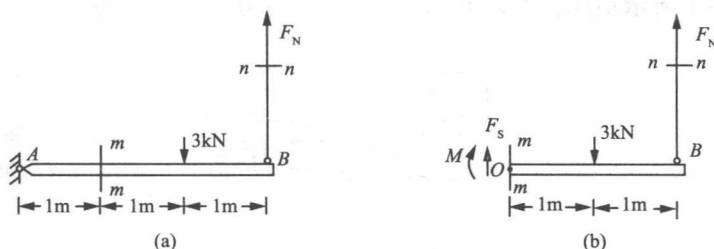

图 1-4
解：(1)应用截面法，取 $n-n$ 截面以下部分进行受力分析，如图 1-4(a)所示。
(2)应用截面法，取 $m-m$ 截面右侧部分及 $n-n$ 截面以下部分进行受力分析，如图 1-4(b)所示。